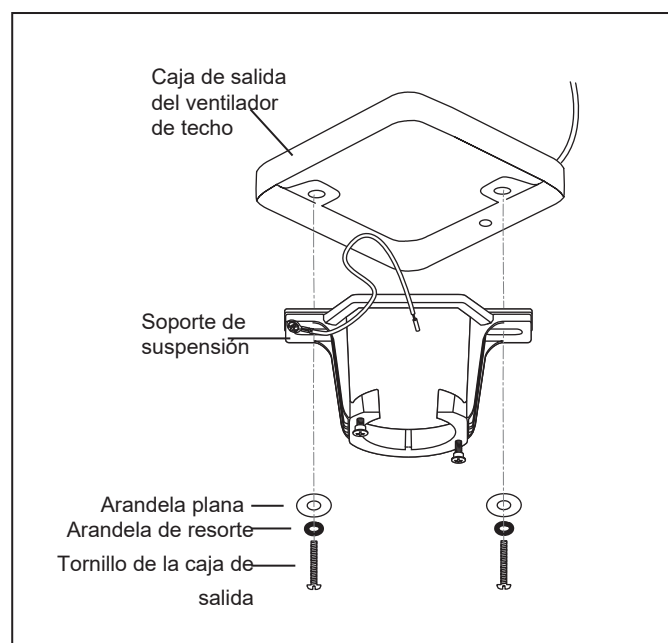

Fig. 1
- 1 Alinee los tres orificios de la cubierta superior de la cuchilla con los tres orificios de la cuchilla y los tres postes de la cubierta inferior. Asegure con los tornillos de fijación de la cuchilla. Alinee los orificios de la placa de la cuchilla con los orificios de la cubierta superior de la cuchilla. Asegure con los tornillos de fijación de la placa de la cuchilla (Fig. 1).